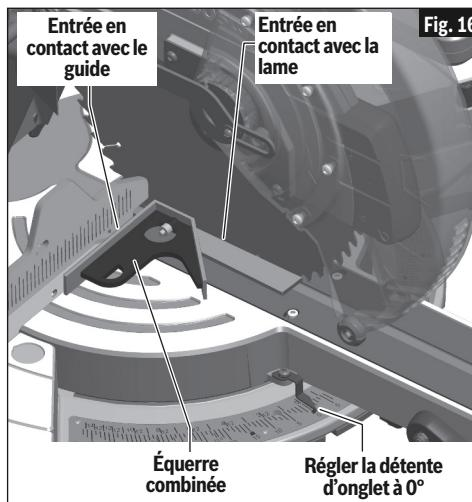

Fig. 16
- Tenez un côté d'une équerre combinée de 90° contre le guide et faites tourner la table (et la plaque de détente) jusqu'à ce que le côté de la lame de scie soit complètement en contact avec l'autre côté de l'équerre (Fig. 16).